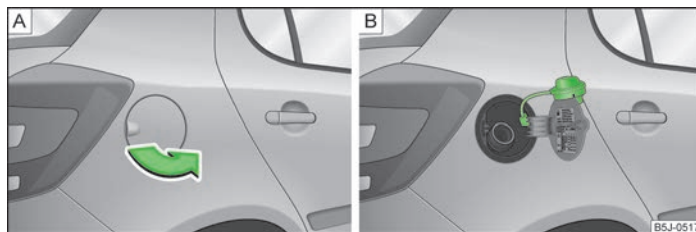

Fig. 115 Partea dreaptă a spate a autovehiculului: Clapeta rezervorului / Clapeta rezervorului cu capacul înșurubat
Pe partea interioară a clapetelor rezervorului sunt indicate sortimentele adecvate de combustibil, mărimea anvelopelor și valorile presiunii în anvelope » fig. 115 la pagina 136 - [B].
- Deschideți cu mâna clapeta rezervorului de combustibil » fig. 115 - [A].
- Desfaceți bușonul rezervorului spre stânga și fixați-l de sus pe clapeta rezervorului » fig. 115 - [B].